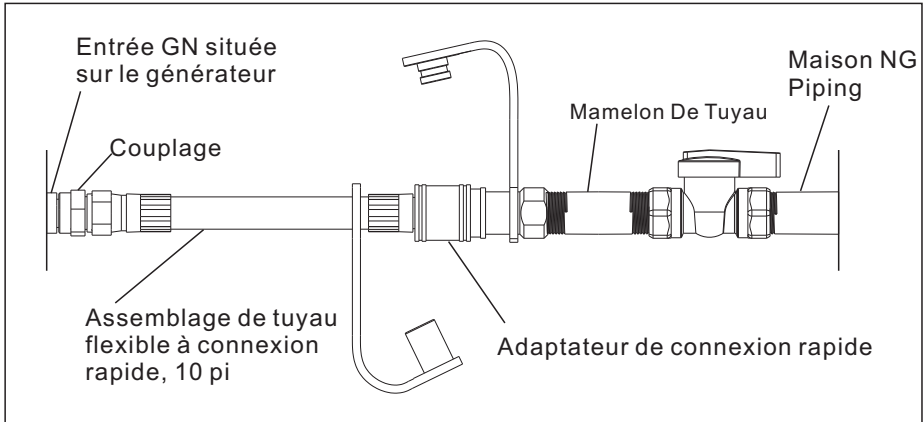

Figure 7
5. Connectez couplage au générateur, puis connectez le tuyau au générateur et à l'adaptateur de connexion rapide. Assurez-vous que le générateur est éteint avant de connecter le tuyau au générateur (Figure 7).